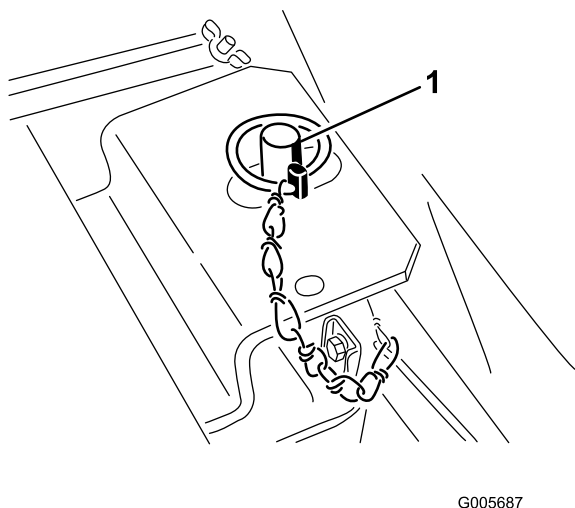

Figura 11
6. Desengate o suporte do banco e incline-o para baixo. Incline o banco para baixo e pressione o pino de sujeição através do pino roscado do bloqueio do banco. Coloque a extremidade do pino por cima do pino roscado do bloqueio (Figura 11).
8. Desengate o suporte do banco e incline-o para baixo. Incline o banco para baixo e pressione o pino de sujeição através do pino roscado do bloqueio do banco. Coloque a extremidade do pino por cima do pino roscado do bloqueio (Figura 11).